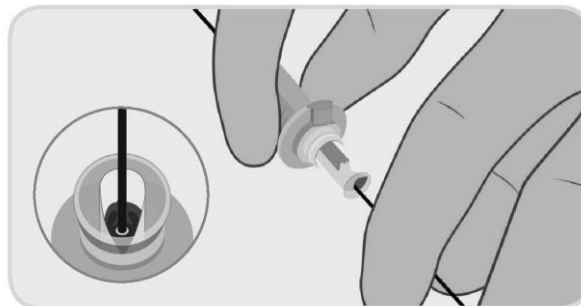

Abbildung 7. Laden des Führungsdrahts in die Kanüle des Geräts
- a. Beim Einführen nicht heparinisierte Kochsalzlösung zum Befeuchten des Führungsdrahts verwenden. Den Führungsdraht in das Implantat in der Ladekanüle (siehe Abbildung 7) einschieben und weiter vorschieben, bis er aus dem Hinterteil des PerQseal®-Gefäßverschlussystems austritt. Die PerQseal®-Einführschleuse in einem niedrigen Winkel in Bezug auf die Längsachse der Arterie (z. B. 20°) halten und die Einführschleuse so gerade wie möglich halten, um Knicke zu vermeiden.
- Hinweis 2: Während der Einführung nur den hinteren Bereich der Ladekanüle ergreifen (s. Abb. 7).*